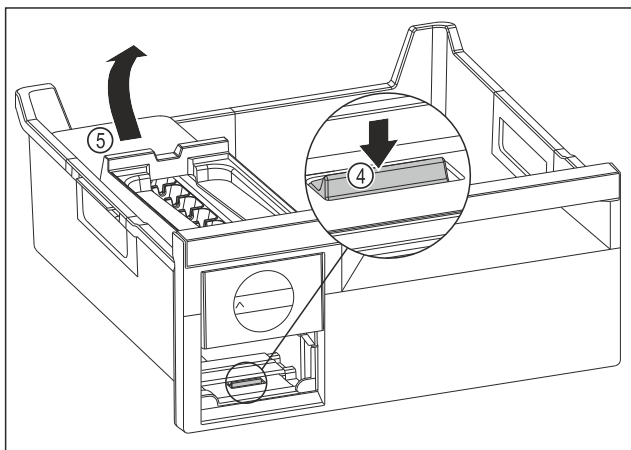

Fig. 89
- ▶ Odoberte korpus EasyTwist-Ice: Strmeň Fig. 89 (4) zatlačte prstom nadol a súčasne druhou rukou zdvihnite zozadu korpus EasyTwist-Ice Fig. 89 (5).